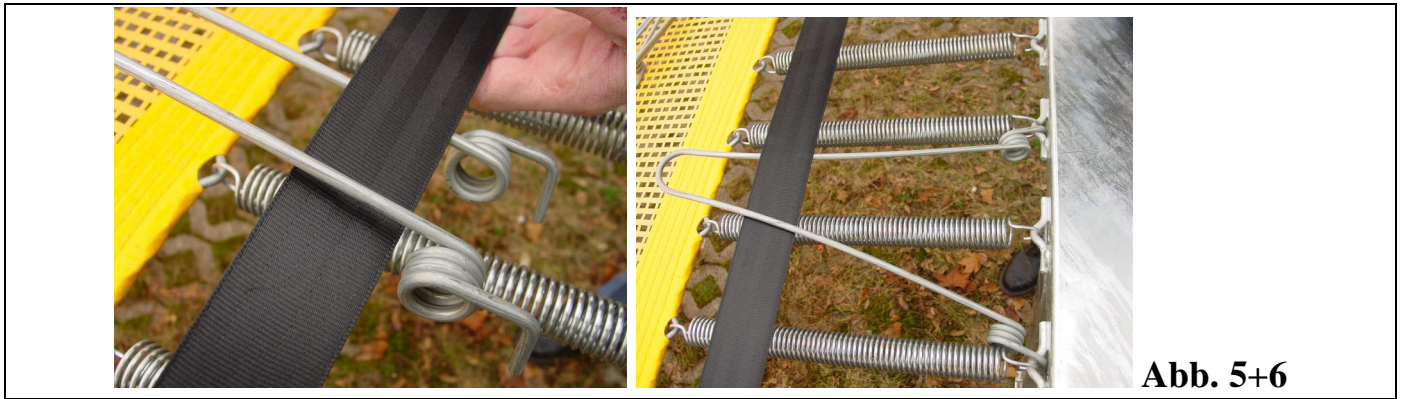

Abb. 5+6
- Einhängen des schwarzen Gurtbands an den vier Eckösen (Abb. 3+4). Schenkelfedern lt. Zeichnung an den Einhängenhaken für die Federn so einhängen, daß das schwarze Gurtband zwischen den Schenkeln des Federbügels zu liegen kommt. Jeweils 3 Federbügel pro Längsseite und jeweils 1 Federbügel pro Stirnseite. Beim Einhängen immer eine Feder zwischen den Schenkeln freilassen (Abb. 5+6).